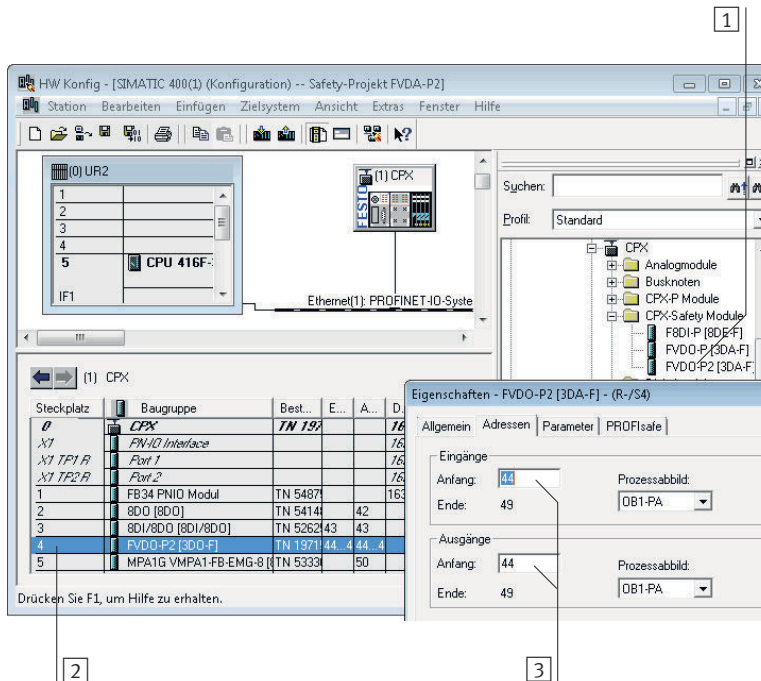

Abb. 28: CPX-Terminal-Konfiguration mit Siemens STEP 7 – HW Konfig
- Stellen Sie nun in der Registerkarte [Adressen] des Dialogfensters die gewünschten Anfangsadressen der Ein- und Ausgänge ein → Abb. 28.